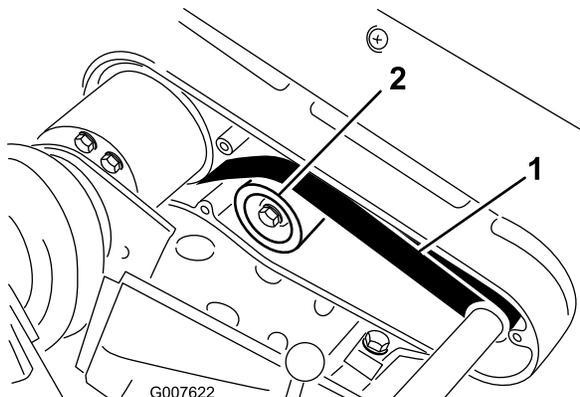

Figure 38
2. Contrôlez la tension en exerçant une force de 22 à 26 N à mi-distance entre les poulies (Figure 38). La courroie doit présenter une flèche de 6 mm.
- A. Desserrez l'écrou de fixation de la poulie de tension et faites pivoter la poulie dans le sens horaire contre l'arrière de la courroie jusqu'à ce que vous obteniez la tension voulue (Figure 38).